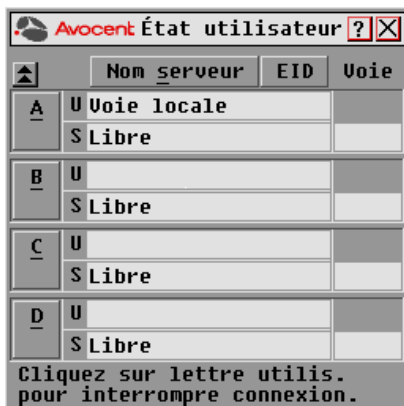

Figure 3.17 : Boîte de dialogue État utilisateur de l'interface OSCAR
2. Cliquez sur *Commandes - État utilisateur* pour ouvrir la boîte de dialogue État utilisateur, comme indiqué à la Figure 3.17.